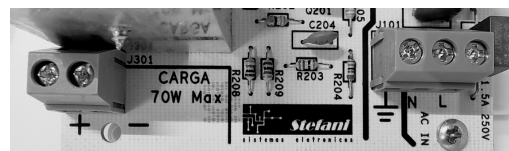

Figura 3: Conectores para ligação da carga entrada de Energia
Passo 2: Conectar os cabos das luminárias no conector "CARGA", como ilustra a figura 3.